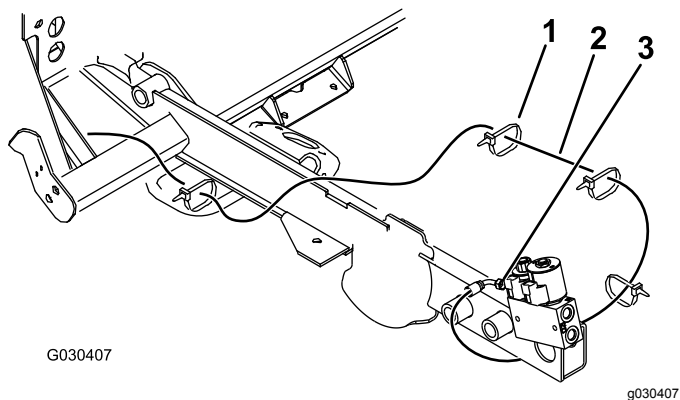

図 20
8. 長いホースを、ラジエターフレームの下からクロス部材の上へ、そしてフレームのレールに沿ってバルブへ導く図 20。
9. 長いホースをケーブルタイ4本で固定する 図 20。